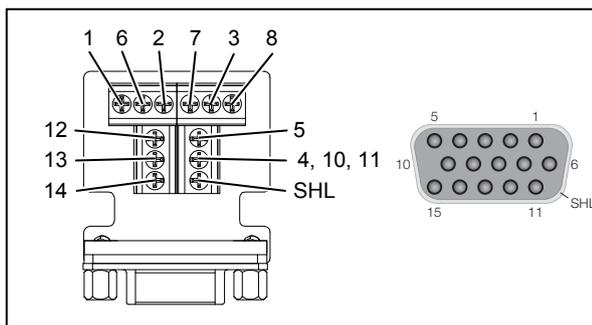

Bild 8
- Bei Verwendung der VGA Steckdose mit Schraub-Liftklemmen die Aderenden vorbereiten und entsprechend der Anschlussbelegung (Bild 8, Tabelle 1) an den Klemmen anschließen.